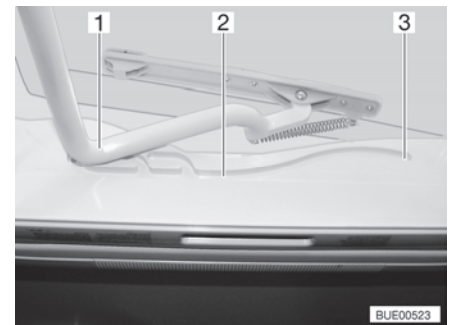

Bild 55 Spår (Heki-taklucka)
- Dra in bygeln (Bild 55,1) i spåren (Bild 55,2) till den bakersta positionen (Bild 55,3).
- Tryck bygeln (Bild 55,1) lätt uppåt med båda händerna.
- Drag bygeln till önskad position i spåret (Bild 55,2).